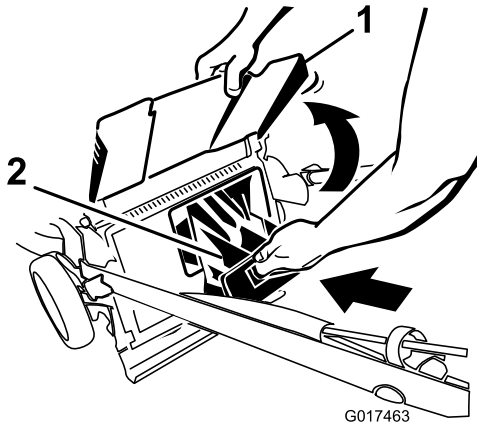

Figure 29
**Important:** Vérifiez que l'obturateur de l'éjecteur arrière est verrouillé en place. Pour verrouiller l'obturateur : relevez le déflecteur d'éjection (Figure 29), appuyez fermement sur l'obturateur jusqu'à ce qu'il s'enclenche en position derrière les